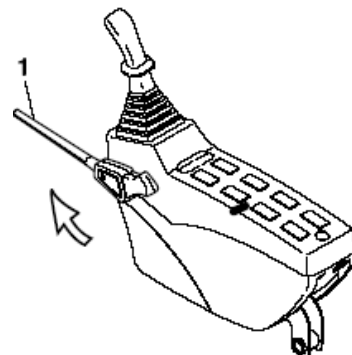

Рис. 18
3. Установить рычаг блокировки в разблокированное положение (1, рис. 18) в положение (UNLOCK).